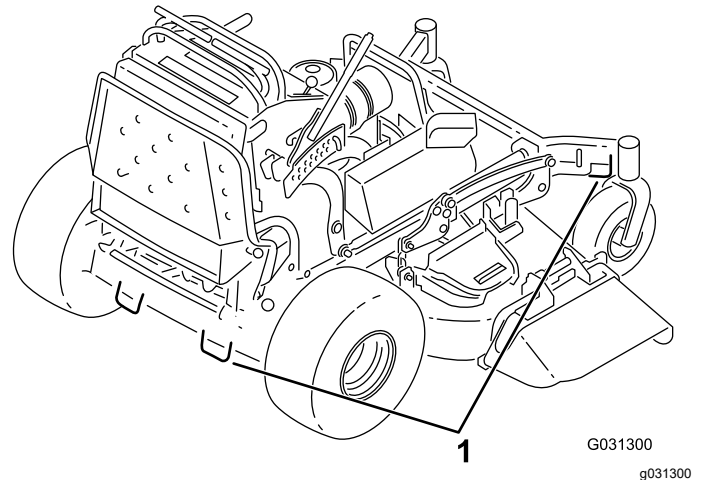

図 32
7. 前キャストホイールおよび後部バンパーを利用して機体をロープやチェーンなどで固定する図 32。ロープ掛けや積荷固定については各地域の法令などに従ってください。